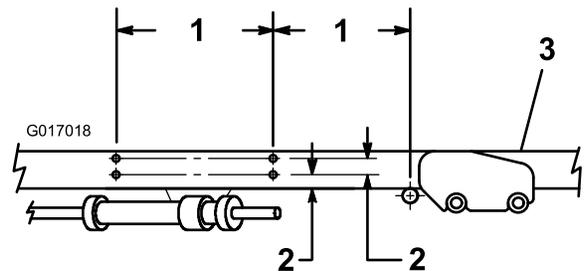

Figura 4
- Consulte as dimensões indicadas na Figura 4 para localizar, marcar e perfurar 4 furos (7 mm diâmetro) no tubo da estrutura do lado direito.